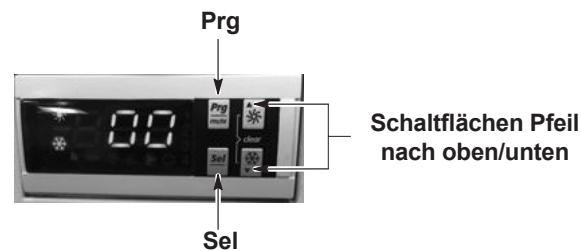

Abbildung 4-3 00 auf Anzeige des Klimagerätes
1. Siehe Abbildung 4-3. **Prg** und **Sel** länger als 5 Sekunden gedrückt halten, bis auf der Anzeige **00** zu sehen ist.